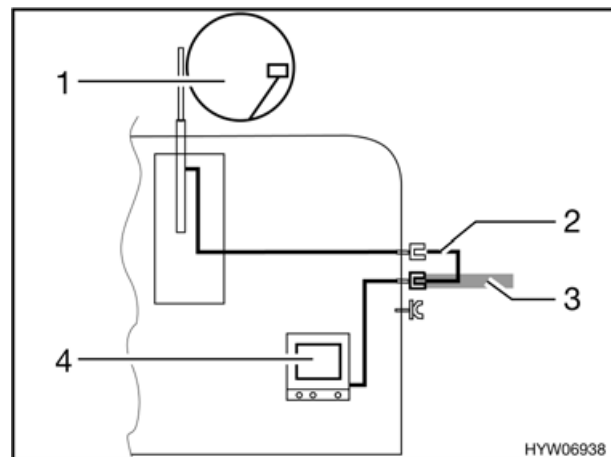

Fig. 66 TV nel veicolo
- TV nel veicolo (Fig. 66,4): collegamento all'antenna del tetto (Fig. 66,1) con cavo di collegamento (Fig. 66,2).
- TV nel veicolo (Fig. 66,4): collegamento a antenna esterna (Fig. 66,3).